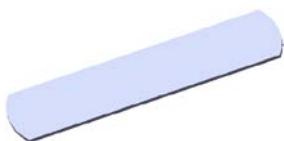
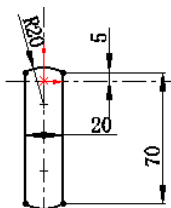

图 7.12 基体一法兰 1
图 7.13 横断面草图
Step2. 创建图 7.12 所示的钣金基础特征——基体一法兰 1。
- (1) 选择命令。选择下拉菜单 **插入(I)** → **钣金(B)** → **基体法兰(A)...** 命令（或单击“钣金”工具栏上的“基体法兰/薄片”按钮 ）。
- (2) 定义特征的横断面草图。
- ① 定义草图平面。选取前视基准面作为草图平面。
- ② 定义横断面草图。在草图环境中绘制图 7.13 所示的横断面草图。
- ③ 选择下拉菜单 **插入(I)** → **退出草图** 命令，退出草图环境，此时系统弹出“基体法兰”对话框。
- (3) 定义钣金参数属性。
- ① 定义钣金参数。在 **钣金参数(S)** 区域的  文本框中输入厚度 1.0。
② 定义钣金折弯系数。在 **折弯系数(A)** 区域的下拉列表中选择 **K 因子** 选项, 把文本框 **K** 的因子系数改为 0.4。
③ 定义钣金自动切释放槽类型。在 **自动切释放槽(I)** 区域的下拉列表中选择 **矩形** 选项, 选中 **使用释放槽比例(A)** 复选框, 在 **比例(I):** 文本框中输入比例系数 0.5。
(4) 单击  按钮, 完成基体一法兰 1 的创建。